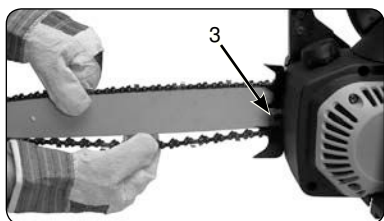

Рис. 5
1. Держите верхушку шины повернутой кверху и вращайте регулирующий винт (3) по ходу часовой стрелки, чтобы увеличить натяжение цепи. Вращение винта (3) против часовой стрелки уменьшает натяжение цепи. Убедитесь в том, что цепь расположена по всей периферии шины (Рис. 5).